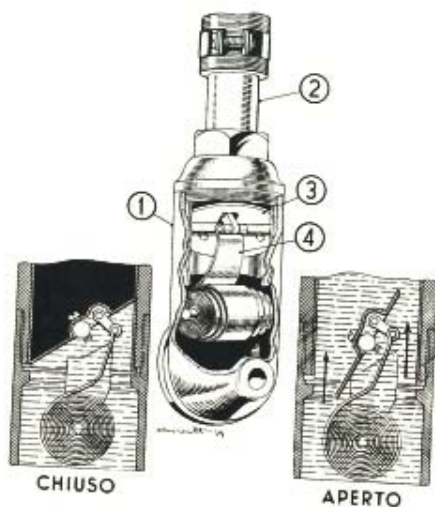

Fig. 27. Termostato bimetallico.
Nel tubo di mandata dell'acqua dal motore al radiatore, è inserito un termostato bimetallico, che ha lo scopo di portare rapidamente l'acqua del motore alla più conveniente temperatura di funzionamento (ved. fig. 27).
In queste condizioni l'acqua giunge al radiatore in quantità minima e la circolazione nel motore avviene attraverso il tubo (3) ed il collettore di aspirazione (ved. fig. 27).